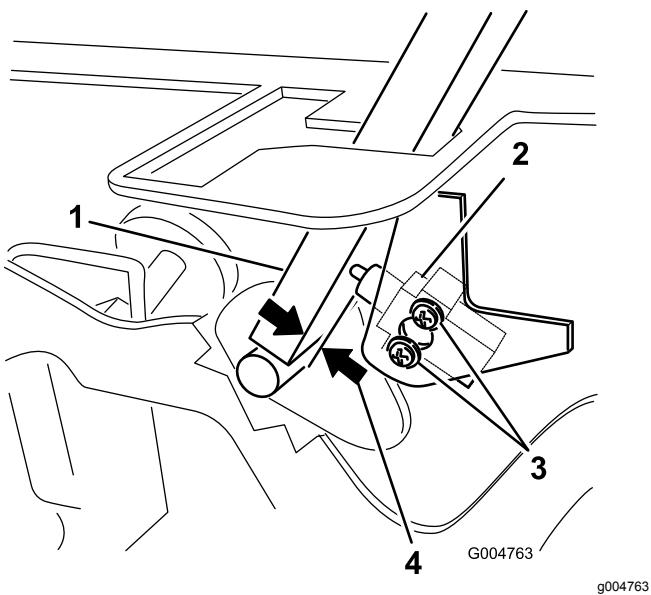

Figura 76
3. Afloje los 2 tornillos que fijan el interruptor de seguridad (Figura 76).
4. Sujetando la palanca de control contra el bastidor, mueva el interruptor hacia la palanca hasta que la distancia entre la palanca y el cuerpo del interruptor sea de 0.4 a 1 mm (de 0.015 a 0.045") como se muestra en Figura 76.